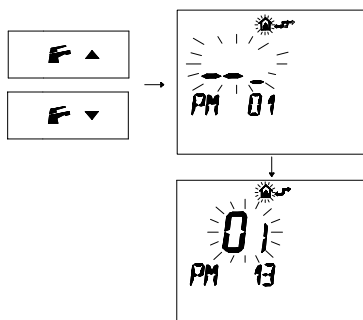

Figura 5.63
- Premere i pulsanti  $\bar{F}$   $\blacktriangledown$  e  $\bar{F}$   $\blacktriangle$  per visualizzare la programmazione "PM13" modo pompa (Figura 5.63).